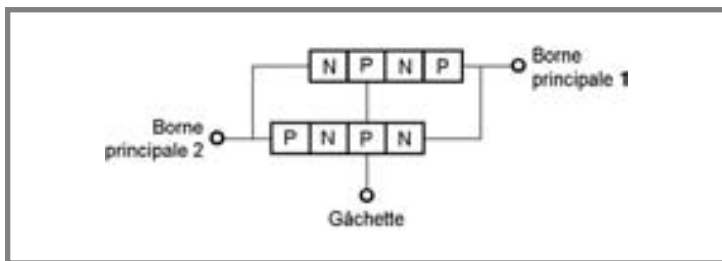

Figure 6.4 – Constitution de principe d'un triac.
Dans le principe, un triac est en quelque sorte un assemblage de deux thyristors (*figure 6.4*). Trois bornes sont accessibles : deux bornes principales B_1 et B_2 (appelées souvent MT_1 et MT_2 par les Anglo-saxons, *MT* pour *Main terminal*) et la gâchette (G).